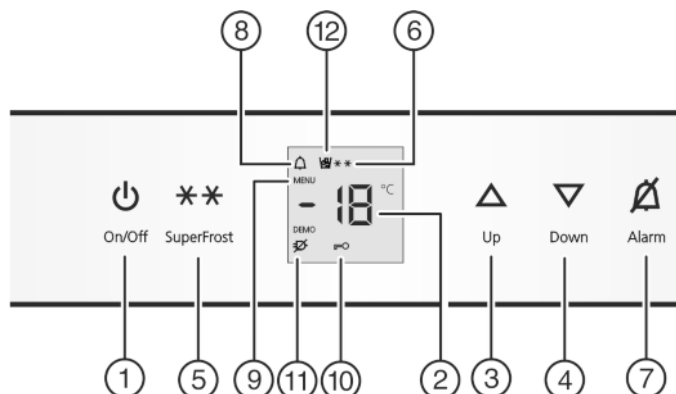

Fig. 2
- ▶ нажмите кнопку On/Off Fig. 2 (1).
- ▶ Активация режима настройки: удерживайте кнопку SuperFrost Fig. 2 (5) прибл. 5 секунд.
▷ Символ меню Fig. 2 (9) горит.
- ▶ Коротко нажмите кнопку SuperFrost Fig. 2 (5) для подтверждения.
- ▶ Для включения защиты от детей коротко нажмите клавишу SuperFrost Fig. 2 (5).
▷ Символ "Защита от детей" Fig. 2 (10) горит. На индикации мигает **с**.
- ▶ Для выключения защиты от детей коротко нажмите клавишу SuperFrost Fig. 2 (5).
▷ Символ защиты от детей Fig. 2 (10) гаснет. На индикации мигает **с**.
- ▶ Выход из режима настройки: нажмите кнопку On/Off Fig. 2 (1).
- ▶ Нажмите кнопку Alarm Fig. 2 (7).
Одновременно мигает индикация температуры и символ тревоги Fig. 2 (8).
Звуковой сигнал выключается автоматически, символ аварийного сигнала *Fig. 2 (8)* выключается и индикатор температуры перестает мигать, если температура снова становится достаточно низкой.
► Нажмите кнопку Alarm *Fig. 2 (7)*.
► Установка более высокой температуры: нажмите кнопку настройки Up *Fig. 2 (3)*.
► Установка более низкой температуры: нажмите кнопку настройки Down *Fig. 2 (4)*.